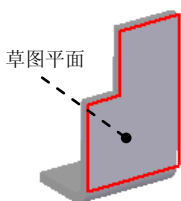

图 4.1.16 草图平面
(1) 选取草图平面。在系统的提示下,选取图 4.1.16 所示的模型表面为草图平面,进入草图绘制环境。